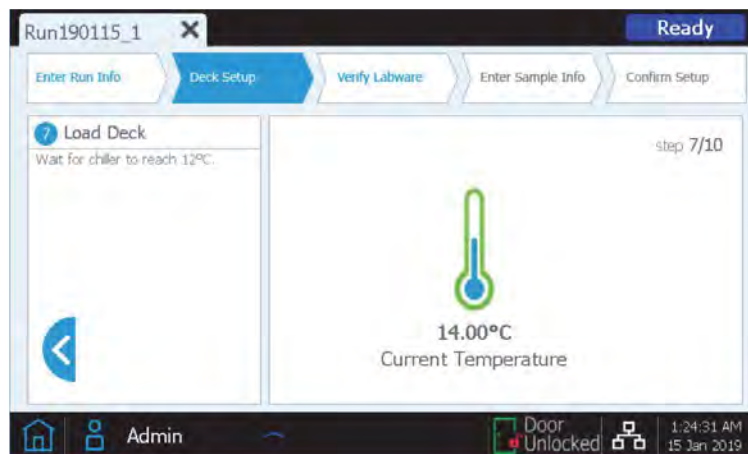

Figura 12. Paso 7 de 10 de la pantalla *Deck Setup* del equipo Magnis NGS Prep
7. Antes de proseguir con la carga del equipo Magnis, el módulo de enfriamiento del instrumento debe alcanzar la temperatura de 12°C. Si no se ha alcanzado dicha temperatura al llegar a este paso, la pantalla táctil aparecerá como se muestra en la Figura 12. Sin embargo, si el enfriador ya ha alcanzado la temperatura necesaria no aparecerá esta pantalla.